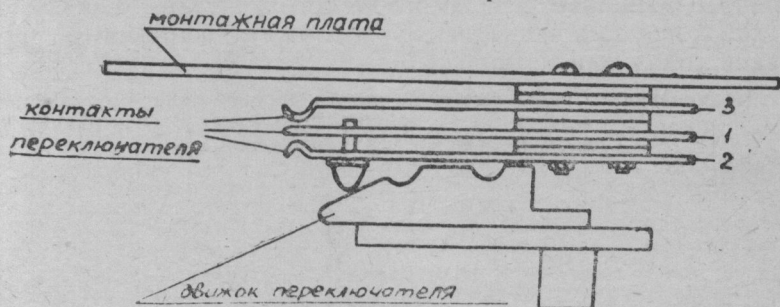

Рис. 7.
- соберите переключатель, как показано на рис. 7. При этом обратите внимание на нумерацию контактов на принципиальной схеме и схеме сборки;